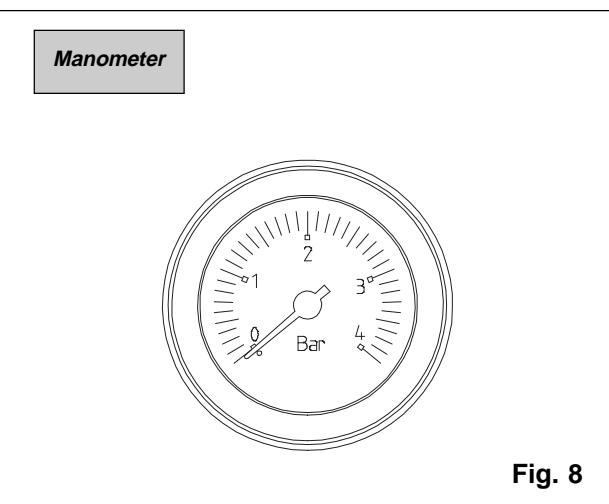

Fig. 8
- drej dækslet på den automatiske luftudlader (A) 2-3 omgange;
- påfyld vand på anlægget indtil keldens manometer viser 1,5 bar. (fig. 8).